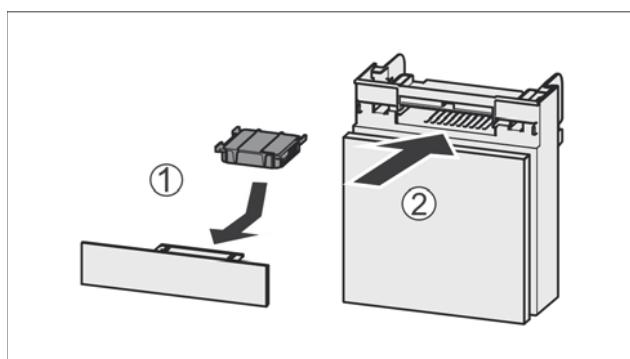

Fig. 49
- Установите фильтр с активированным углем, как показано на рисунке Fig. 49 (1).
- Вставьте отделение Fig. 49 (2).